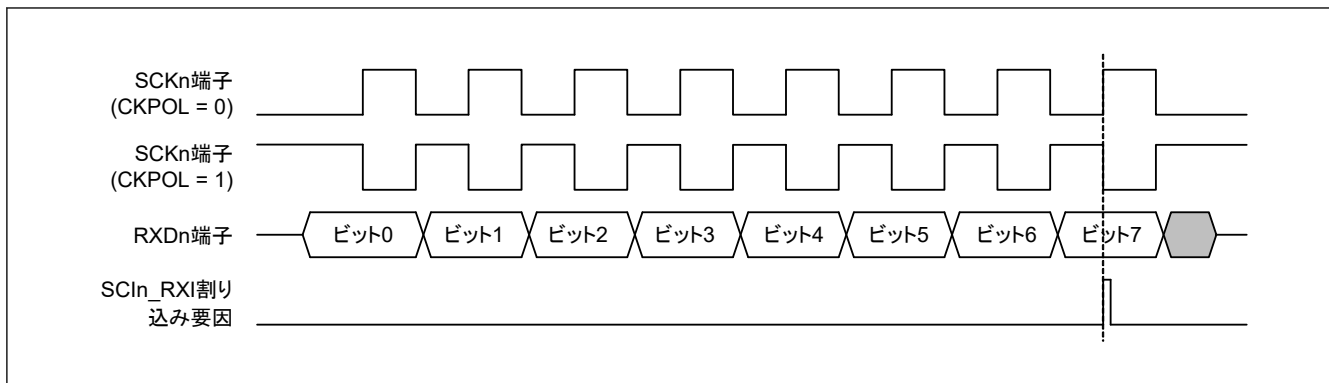

図 27.124 簡易 SPI モードにおける SCIIn\_RXI 割り込みの発生タイミング (クロック遅れあり)
- クロック遅れあり (SPMR.CKPH ビット = 1) では、図 27.124 に示すように、SCKn 端子の最終クロックエッジ手前のクロックエッジで受信データフル割り込み (SCIn\_RXI) が発生します。SCR レジスタの TE ビットと RE ビットを SCKn 端子の最終クロックエッジより前に 0 にすると、SCKn 端子出力がハイインピーダンスとなり、送受信クロックの最後のクロックパルス幅が短くなります。また、SCIn\_RXI 割り込みの発生によって、SCKn 端子の最終クロックエッジより前に接続先スレーブの SSn 端子入力信号が High になった場合、スレーブが誤動作する可能性があります。